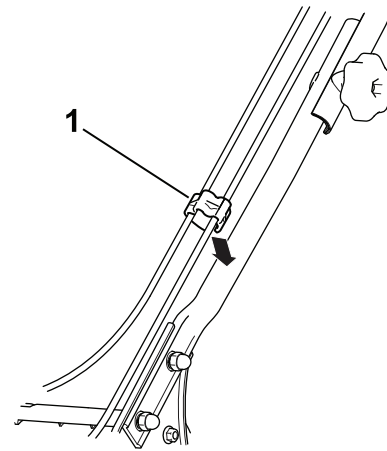

Figura 5
3. Introduceți cablurile în clema de cablu și atașiți clema de cablu la mâner, așa cum este ilustrat în Figura 5.